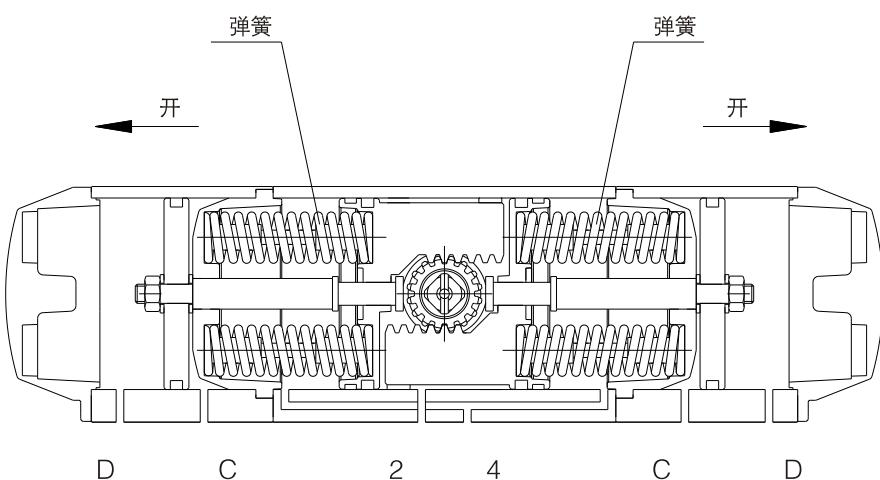

图6 单作用两段式执行机构结构示意图
- 1.3、当气源与信号发生故障时，阀门在执行器弹簧力作用下，来实现阀门故障要求。无需增加附件，方便可靠，节约成本。(见图6)